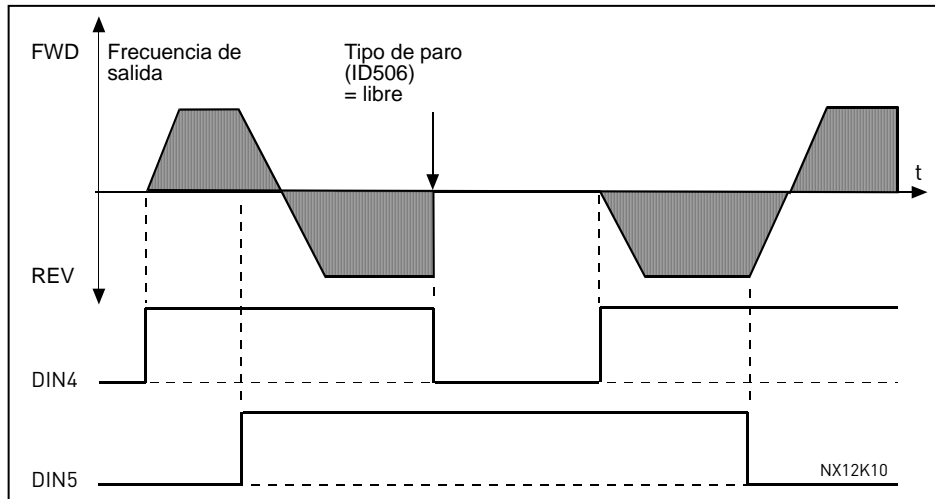

Figura 8-31. Marcha, Paro, Inversión
- ① La primera dirección que se selecciona es la que tiene prioridad.
- ② Cuando se abre el contacto DIN1, empieza a cambiar la dirección.
- ③ Si las señales de Marcha directa (DIN4) y Marcha inversa (DIN5) se activan simultáneamente, la señal de Marcha directa (DIN4) tiene prioridad.
- Véase la Figura 8-31.